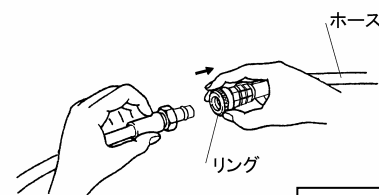

Fig. 7-2
- ・ホース側カップラーの外側リングを矢印方向に引き、ノズルのコネクタをカップラーに差込みます。リングを元の位置に戻すとコネクタが固定されます。[Fig. 7-2]